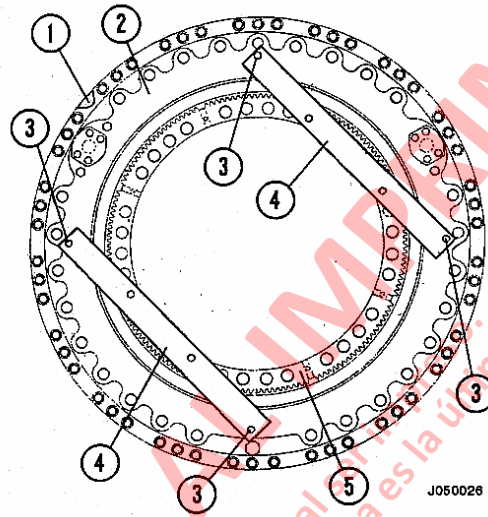
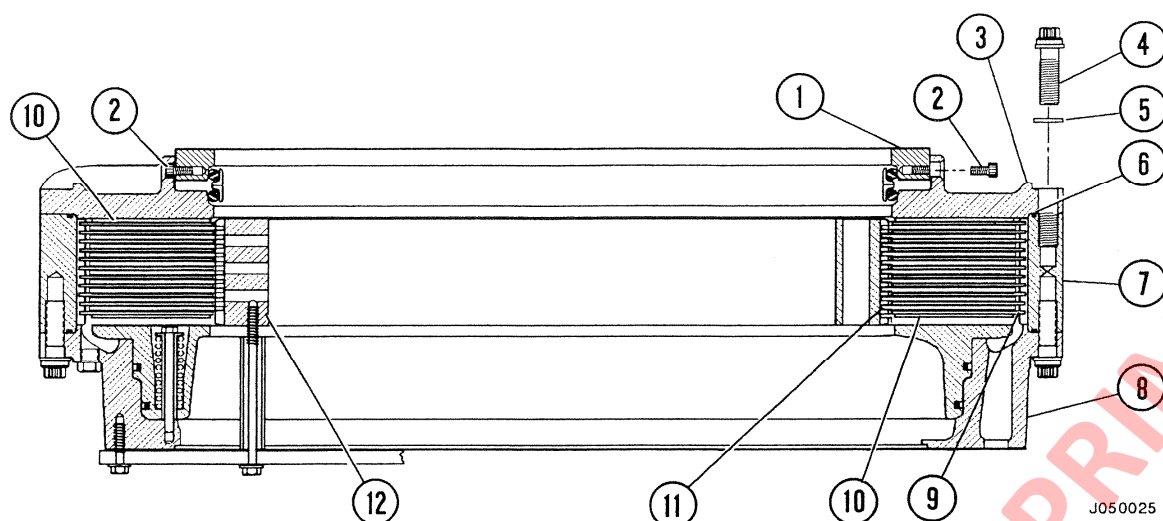

FIGURA 5-4. CONJUNTO DE FRENO
FIGURA 5-5 DESENSAMBLADO INICIAL
1. Verifique que los prisioneros de cabeza hueca (3, Figura 5-1) estén montados en cada uno de los seis ubicaciones en la placa posterior (11). Estos prisioneros de cabeza hueca son necesarios para retener el portasello (10) a la placa posterior cuando el conjunto del freno no está montado en el camión. Se debe montar las barras de embarque (4, Figura 5-4).
5. Coloque el conjunto del freno en la superficie de trabajo con las barras de retención del engranaje de corona en la parte inferior como aparece en la Figura 5-5.
6. Saque los prisioneros de cabeza hueca (2, Figura 5-5). Saque el retén del sello (1) del conjunto del freno.
- NOTA:** Se requieren prisioneros de cabeza hueca (2) para retener y colocar el portasello en la placa posterior del freno, cuando el conjunto del freno no está montado en el cubo de la rueda o durante el embarque o el almacenamiento del conjunto de frenos. Se deben montar las barras de embarque (4, Figura 5-4) para retener el engranaje interior dentro del conjunto del freno.
7. Saque los pernos (4, Figura 5-5) y la golillas planas endurecidas (5) de la placa posterior (3).
8. Inserte un perno de empuje 7/8 UNC x 2.0 in. en cada uno de los tres orificios roscados en la placa posterior. Apriete los pernos en forma pareja para sacar la placa posterior del engranaje de corona (7). Saque y bote el anillo de goma (6).
9. Fíjese en el orden de ensamblado de los discos, saque el amortiguador (10) de la parte superior del paquete. Saque los discos de fricción (11), placas separadoras (9) y el otro amortiguador de la parte inferior del paquete.
10. Gire el conjunto del freno para colocar las barras de embarque en la parte superior como se muestra en la Figura 5-4.
11. Saque los pernos (3) que sujetan las barras de embarque (4) a la caja.